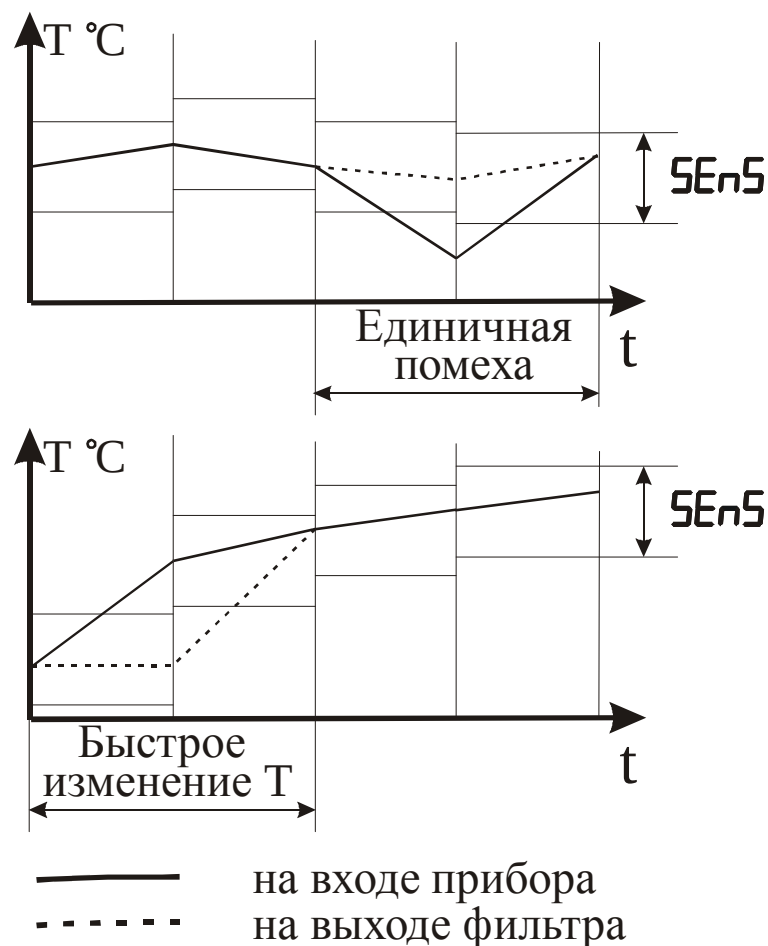

Рисунок 3.11 – Работа фильтра при воздействии случайной помехи и быстром изменении сигнала
3.3.2.7 С целью уменьшения влияния случайных импульсных помех на показания в прибор введена цифровая фильтрация. Работа фильтра описывается параметром "Полоса фильтра". Если текущее значение температуры отличается от результатов предыдущего измерения на значение, которое превышает указанное в параметре "Полоса фильтра", то проводится повторное измерение температуры, а на индикаторе остается старое значение (см. рисунок 3.11). О повторном измерении свидетельствует мигание светодиодного индикатора "К" зеленого свечения по соответствующему каналу.